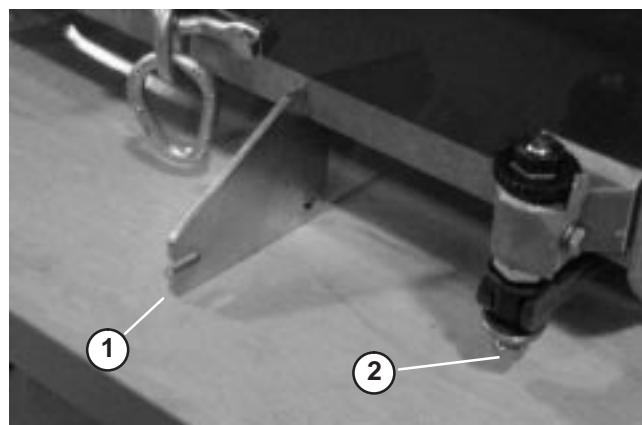

**Bild 3**
- Montieren Sie das Kettenglied mit der Befestigungs- halterung und den zwei Schrauben oben am Mähwerk. Ziehen Sie die Schrauben auf 34–40 Nm fest. Große Öse des Glieds zum Anhängen an die Zugmaschinen- federung (Bild 3).